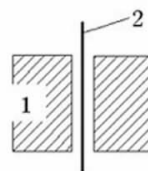

图 3-2
5. 如图 3-2 所示,图中 A 点处形成的转动副数为 \_\_\_\_\_ 个。